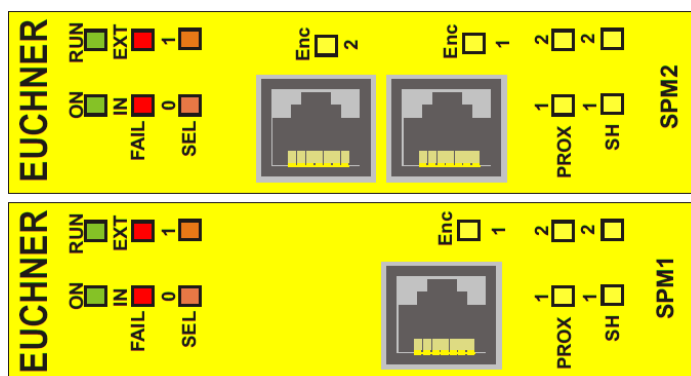

Figure 40 :
8.4.13. Modules SPM0, SPM1, SPM2 (Figure 40)